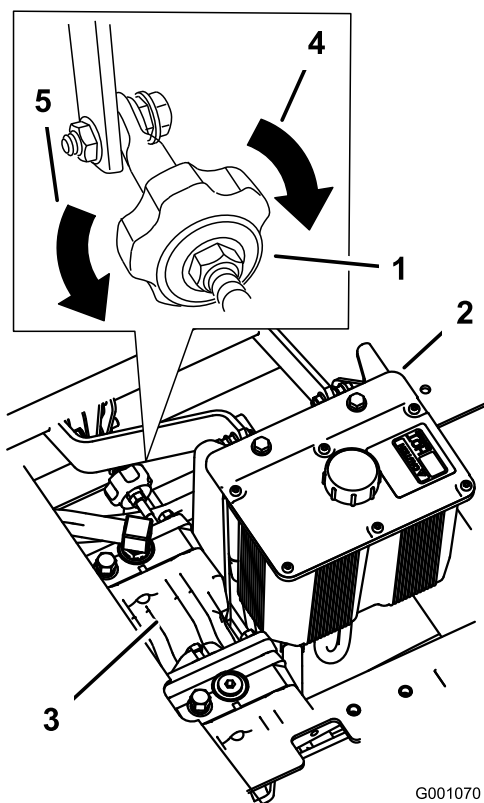

Figura 75
2. Regolate la lunghezza dell'asta della pompa facendo girare nella direzione opportuna la manopola, finché la ruota si ferma o si sposta leggermente indietro (Figura 75).